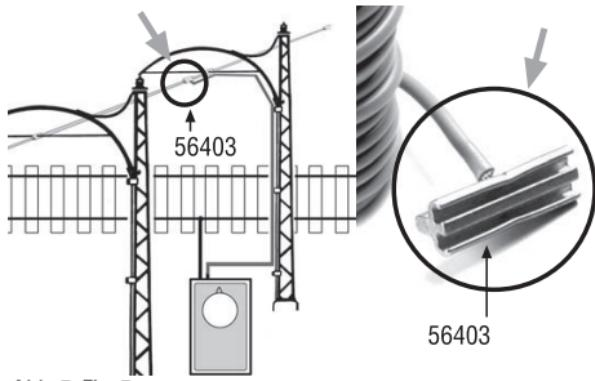

Abb. 7, Fig. 7
- Für jedes zu überspannende Gleis eine Halterung mit dem Loch nach unten auf das Quertragwerk schieben (Abb. 7).
- Slide one catenary support for each track onto the transverse beam (Fig. 7). The holes of the holders must face downward.
- Glisser un support de caténaire pour chaque voi sur la traverse (Fig. 7). Les trous des supports doivent faire face vers le bas.